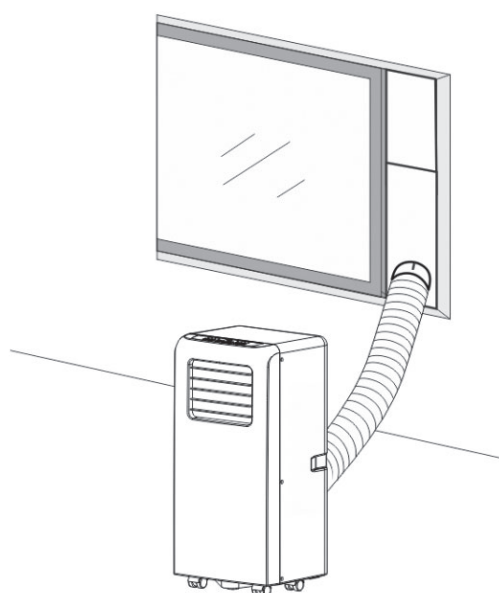
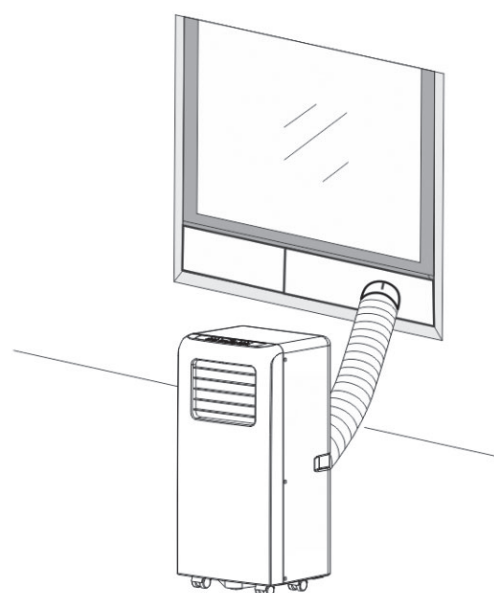

Fig. 2
Fig. 2a
2. Installez le tuyau d'évacuation d'après les Fig.2 et Fig.2a, et ajustez la position de la fenêtre.